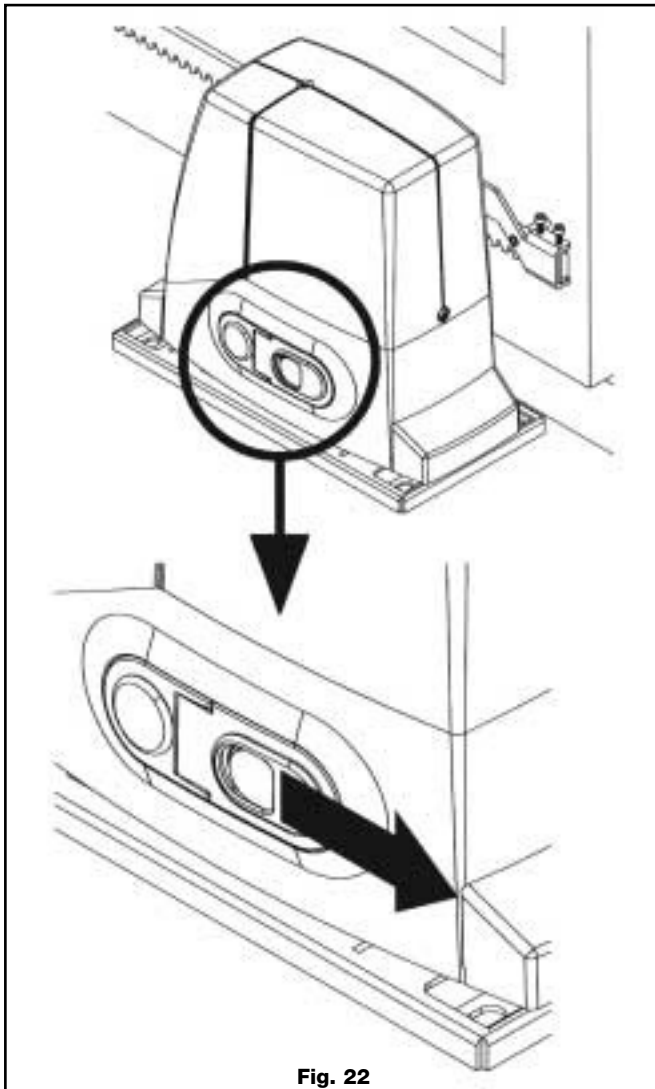

Fig. 22
- a) Faire glisser latéralement le couvercle de protection de la serrure (fig. 22).